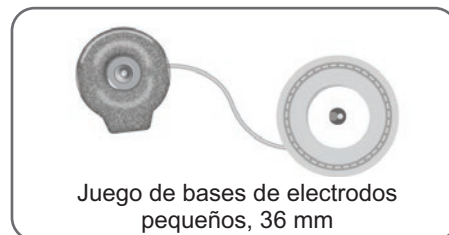

Ilustración 6-7: Opciones para las bases de electrodos de la banda de la parte inferior de la pierna pequeña
**Es posible usar las siguientes bases de electrodos con la banda de la parte inferior de la pierna pequeña: (consulte la ilustración 6-7):**